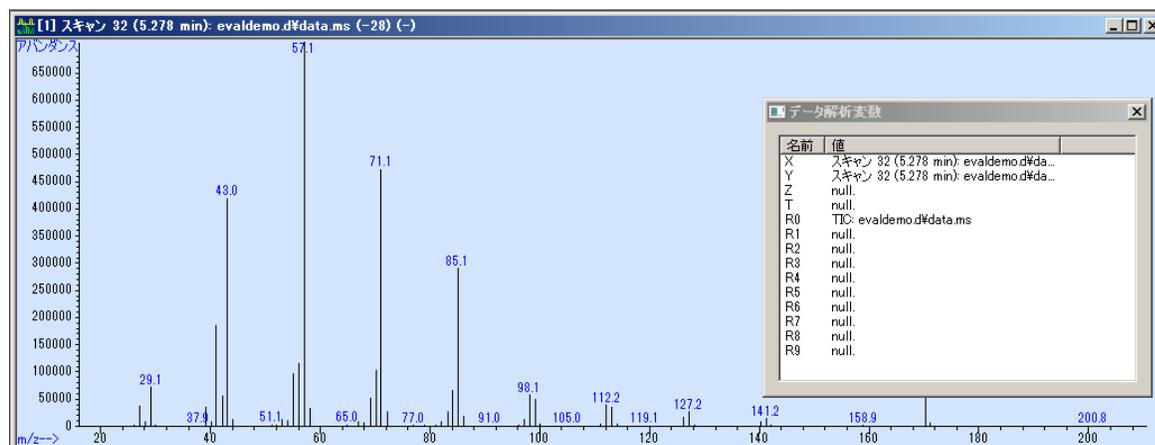

図 38 ドデカンの減算済みスペクトル
- 2 [減算] ボタン  を選択します。差 (Y - X) を示すスペクトルのラベルには、タイトルの後に [-] が付けられています。図 38 を参照してください。